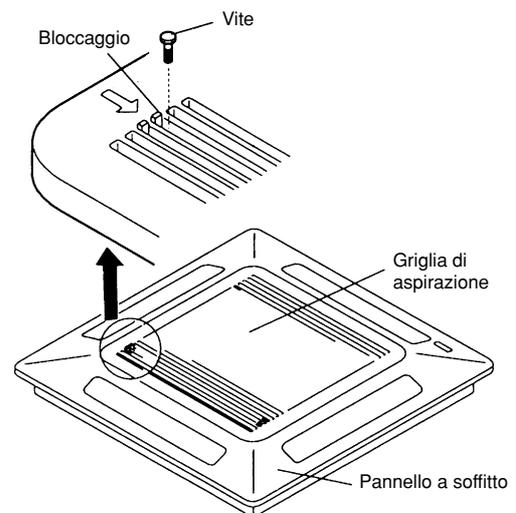

Fig. 11-1
- (1) Rimuovere la griglia di aspirazione ed il filtro dal pannello a soffitto. (Fig. 11-1 and 11-2)
- (a) Rimuovere le due viti del bloccaggio della griglia di aspirazione. (Fig. 11-1)
- (b) Premere con il pollice in direzione della freccia sui due bloccaggi della griglia ed aprirla. (Fig. 11-1)